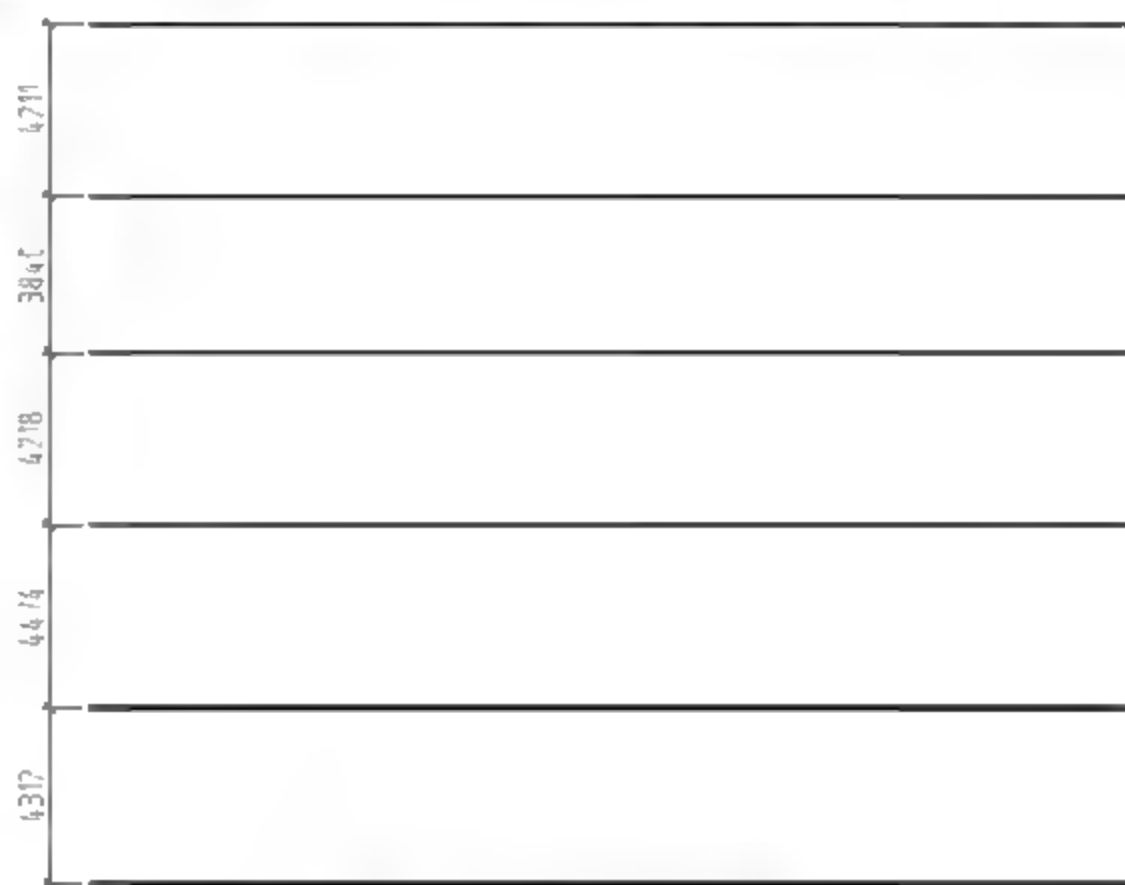

图13-20 绘制楼层线
**01** 调用L【直线】命令，绘制线段；调用O【偏移】命令，按照所给出的距离偏移线段，绘制楼层线的结果如图13-20所示。